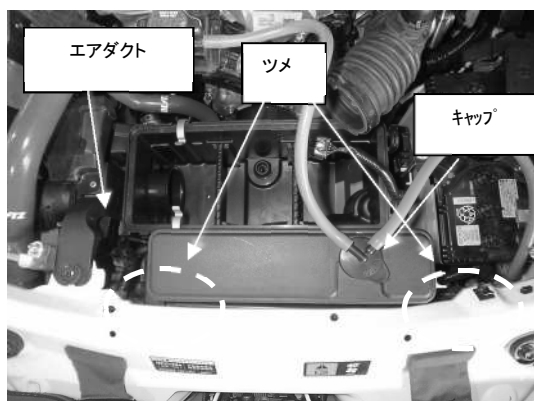

図 3
- 4) ツメ 2 箇所を浮かし、ラジエーターリザーバタンクを取り外します。図 3 参照